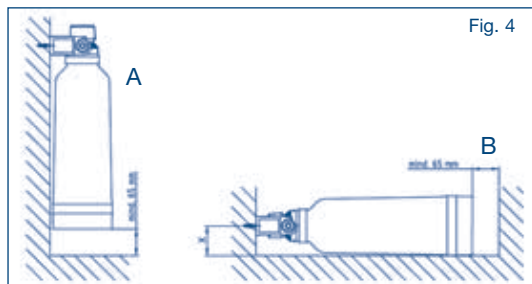

Fig. 4
2. O sistema de filtragem pode ser utilizado na vertical e na horizontal (ver fig. 4).
3. A distância entre o elemento filtrante e o chão ou a parede oposta deve ser no mínimo de 65 mm, para que exista espaço suficiente para a montagem do elemento filtrante (ver fig. 4A e 4B). Na montagem do elemento filtrante para o funcionamento horizontal tenha atenção para que o elemento filtrante fique assente no chão. Distância entre o suporte e o chão X (ver fig. 4 B) na montagem horizontal: